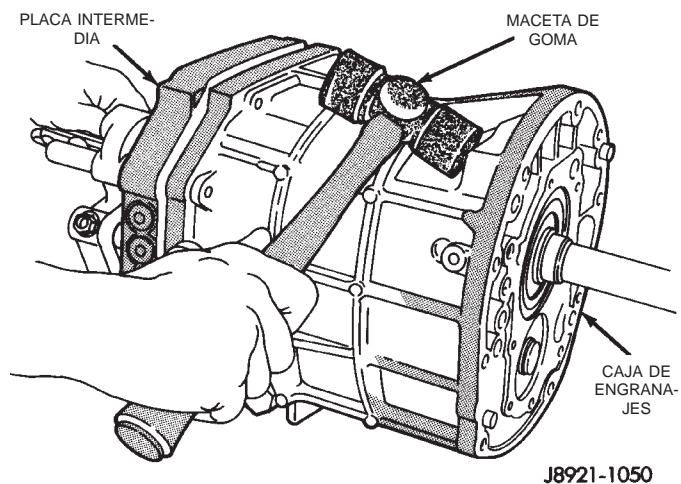

Fig. 34 Separación de placa intermedia y caja de la transmisión
(23) Separe la placa intermedia y la caja de la transmisión aflojándola mediante golpes suaves con una maceta de plástico (Fig. 34).